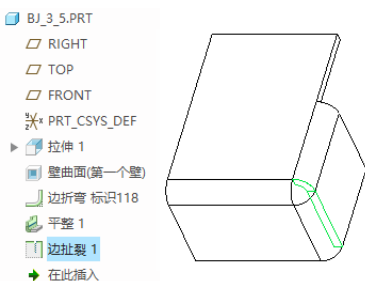

图 3-52 创建边扯裂
(3) 默认的边处理类型选项为“[开放]”，单击  (完成) 按钮，从而完成创建该边扯裂特征，如图 3-52 所示。